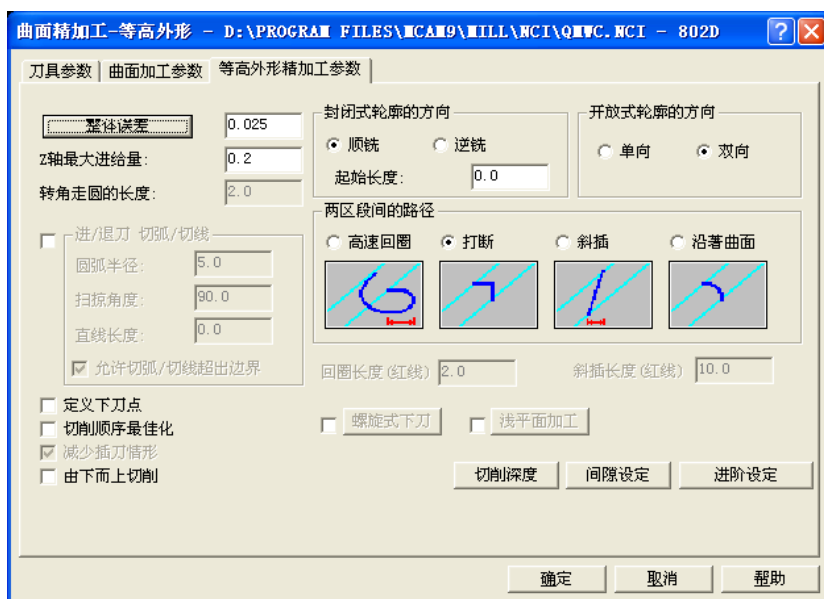

图 1-58 等高外形精加工参数
4) 在“等高外形精加工参数”选项卡中输入 Z 轴最大进给量：0.2，切削深度参数与例 1-8 相同，其余默认，如图 1-58 所示。